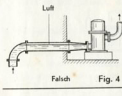

Fig. 4
6. Bei Reduzierungen in der Saugleitung Fig. 4—7 beachten! Luftsäcke vermeiden!